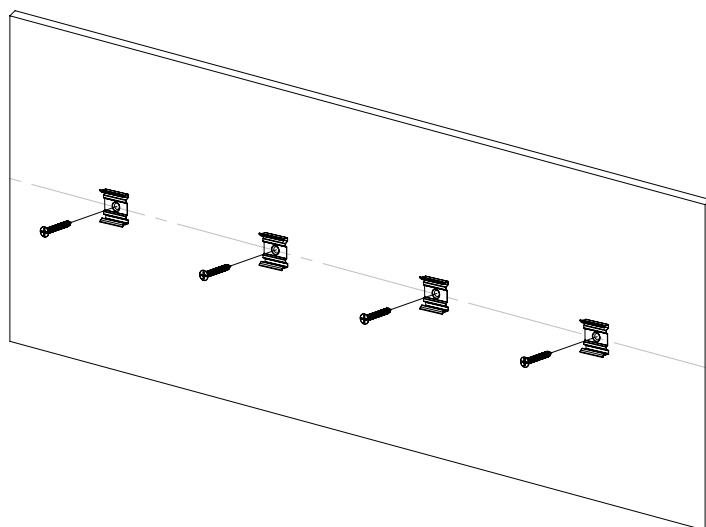

Figura 4
3. Alinee cada clip con las ubicaciones marcadas y fije los clips a la superficie utilizando los tornillos proporcionados. (En el caso de instalaciones en paneles de yeso, instale los anclajes para paneles de yeso proporcionados en las ubicaciones marcadas; a continuación, utilice los tornillos proporcionados para fijar los clips de montaje) (Figura 4).